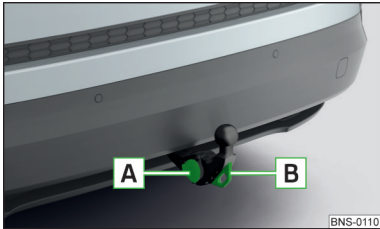

Abb. 322
- › Die Abdeckkappe der Steckdose aufklappen und den Stecker des Anhängers (des Zubehörs) in die 13-polige Steckdose **A** einstecken » Abb. 322. (Wenn der Anhänger/das Zubehör über einen 7-poligen Stecker verfügt, ein entsprechendes Reduktionsstück aus dem ŠKODA Original Zubehör verwenden).